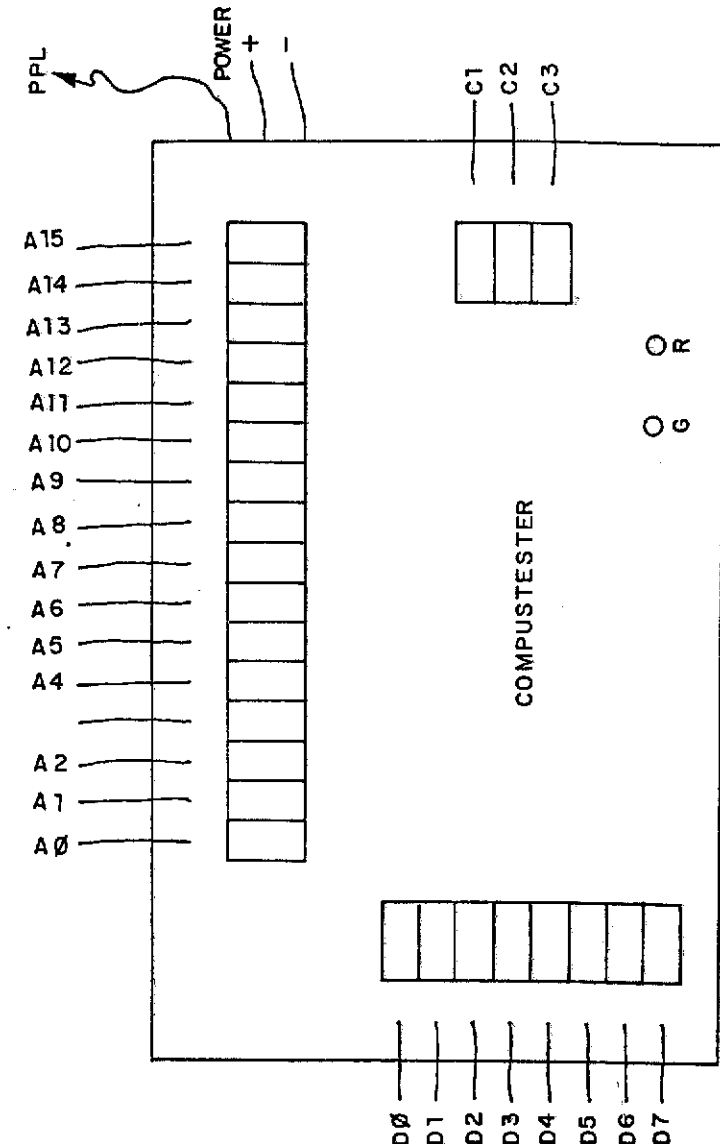

figura 11-3 - Tester estático - COMPUTESTER
- TESTER ESTATICO/COMPUTESTER: a maior dificuldade no concerto de aparelhos digitais é conseguir seguir o grande número de sinais, de frequência alta e irregular. Uma solução possível é substituir o microprocessador - fonte desses sinais - por um aparelho - o COMPUTESTER (figura 11-3) - que passa a emití-los sob controle manual do operador.